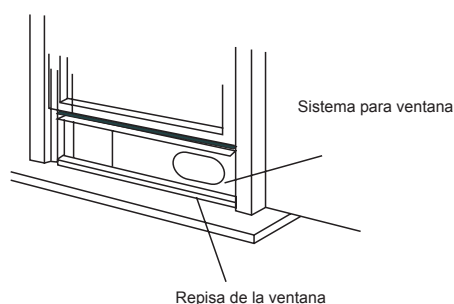

Fig. 10
3. Corte la longitud necesaria de sello de espuma (tipo adhesivo) y adhiéralo a la parte superior de la ventana, como se muestra en la Fig. 10.